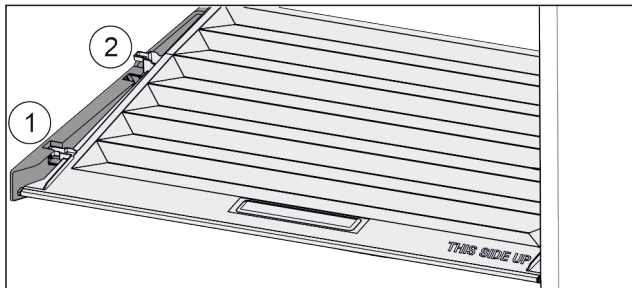

Fig. 91
- ▶ Vytáhněte víko dopředu až k otvoru v přídržných dílech Fig. 91 (1).
- ▶ Vzadu zesponu nadzvedněte a vyjměte směrem nahoru Fig. 91 (2).